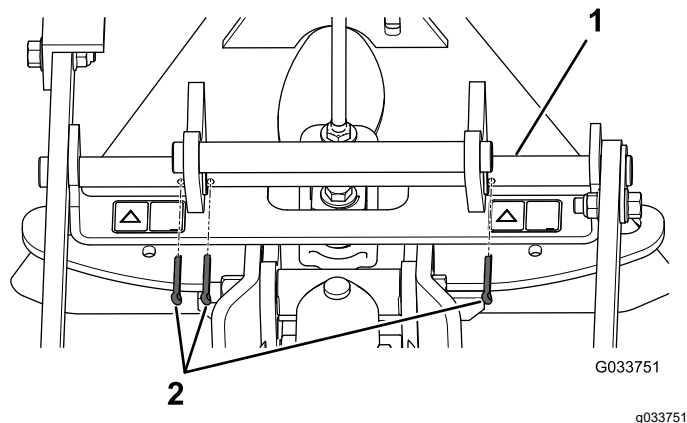

图 6
4. 在枢轴杆的 3 个孔中安装开口销图 6。
注意 确保如图 6 所示定位枢轴杆上的孔。